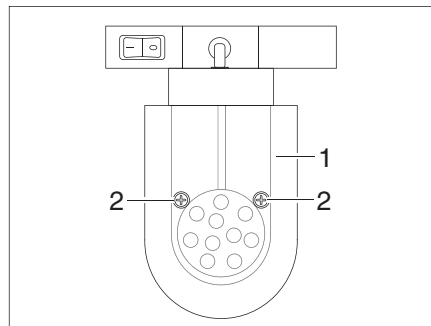

Fig. 364 Foco de LED (desplazable)
- Aflojar los tornillos de fijación (Fig. 364,2).
- Retirar el cristal de lámpara (Fig. 364,1) con cuidado.